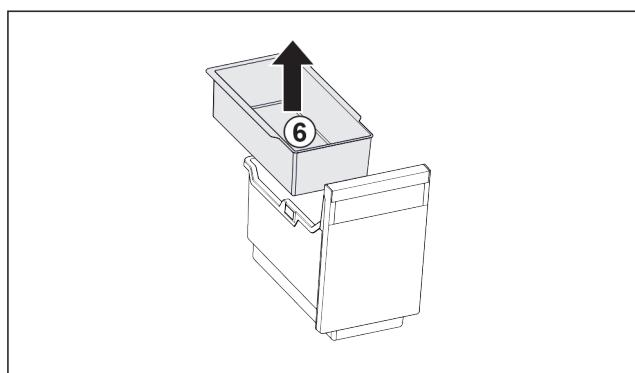

Fig. 124
- Извлеките Fig. 124 (6) подвесной лоток.